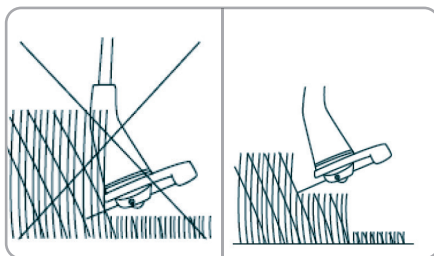

Fig.11
- Taiati iarba mai inalta in mai multe etape; Nu taiati iarba inalta dintr-o singura taiere (Fig. 11).
- Pentru a avea rezultate dorite, taiati iarba mai inalta, in mai multe etape (Fig. 11).